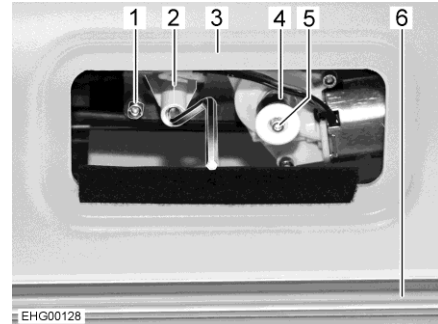

Fig. 49 Accès au moteur
- Retirer le cache amovible via le revêtement du pare-brise (Fig. 49,3). Le moteur (Fig. 49,1) est désormais accessible.
- Retirer la douille (Fig. 49,4).
- Appuyer sur le bouton de sécurité blanc (Fig. 49,5) et le maintenir enfoncé.
- Placer la manivelle dans le logement prévu à cet effet (Fig. 49,2).
- Déplacer le dispositif occultant plissé (Fig. 49,6) vers le haut ou le bas à l'aide de la manivelle.
- Lorsque les deux barres-poignées ont été déplacées hors du champ de vision : relever le bouton de sécurité (Fig. 49,5).